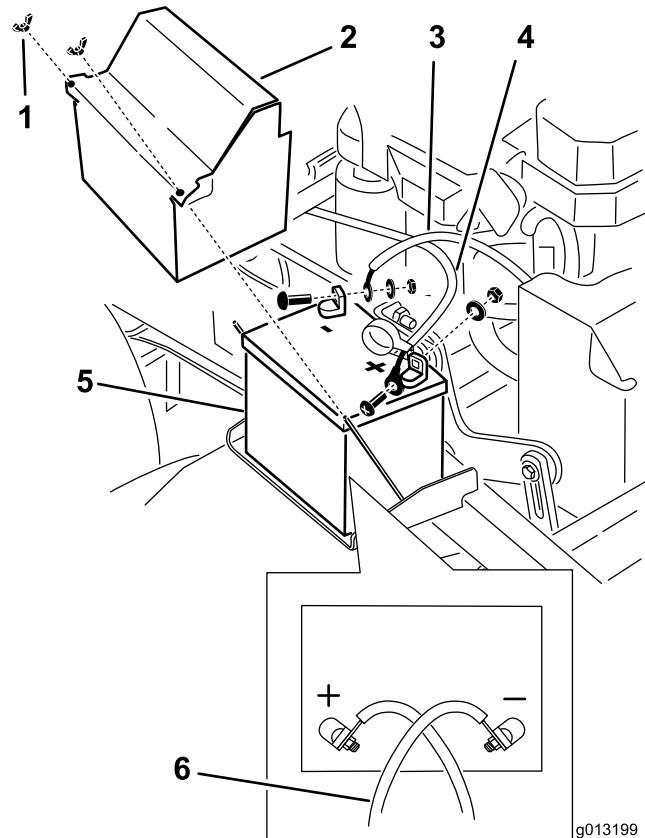

Figure 51
3. Débranchez le câble négatif de la batterie de la borne négative (-) de la batterie (Figure 51).
5. Débranchez le câble positif (rouge) de la batterie (Figure 51).
6. Déposez la plaque de maintien de la batterie (Figure 51) et enlevez la batterie.
1. Placez la batterie sur la machine (Figure 51).
3. Reliez le câble positif (rouge) à la borne positive (+) de la batterie au moyen d'un écrou, d'une rondelle et d'un boulon (Figure 51). Glissez le capuchon de caoutchouc sur la borne de la batterie.
4. Reliez le câble négatif et le câble de masse à la borne négative (-) de la batterie au moyen d'un écrou, d'une rondelle et d'un boulon (Figure 51).
Remarque: Les câbles de la batterie se croisent quand ils sont correctement installés (Figure 51).